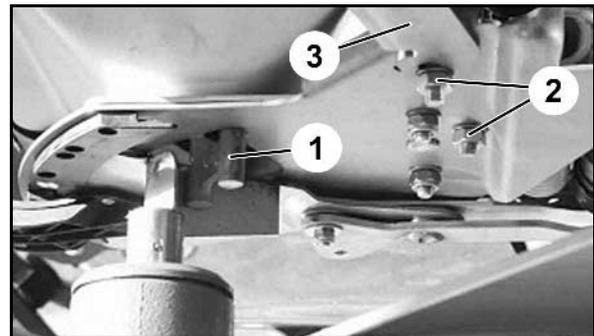

Fig. 9
1. Soltar os parafusos de fixação (Fig. 9/2) da consola do servomotor (Fig. 9/3).
2. Introduzir o calibre de ajuste (Fig. 9/1) na abertura de passagem.
3. Virar a consola do servomotor (Fig. 9/3) contra o calibre de ajuste e voltar a apertar os parafusos de fixação (Fig. 9/2).